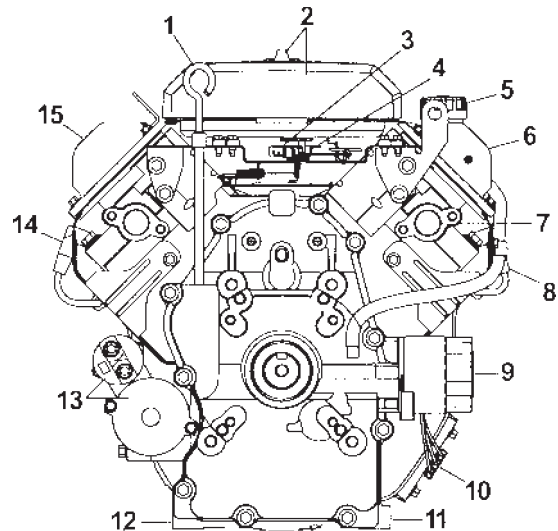

Figure 12. Aire d'entretien des moteurs
2. Retirer le bouchon de remplissage d'huile (figure 12, élément 5) et remplir le carter moteur avec le type d'huile recommandé, comme indiqué sur le tableau 3. Remplir jusqu'à la limite supérieure de la jauge d'huile.